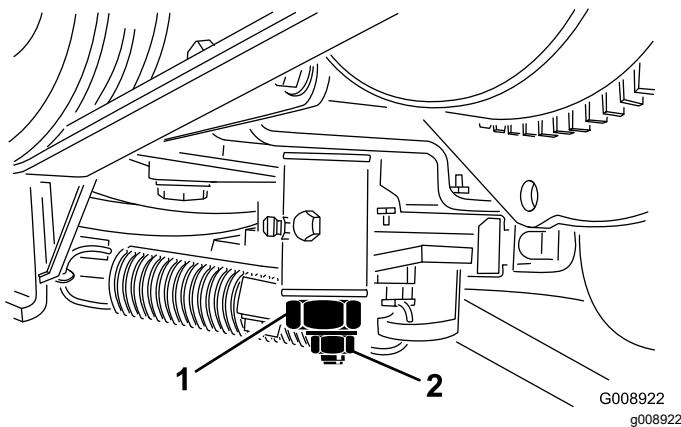

Figura 59
- Serrate il dado di bloccaggio sulla camma di regolazione della trazione. (Figura 59).